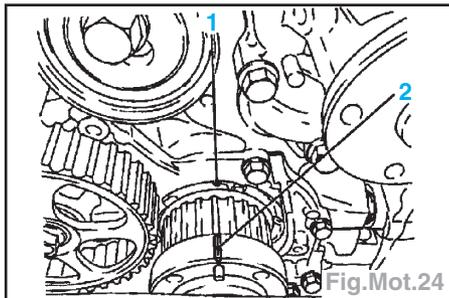

Fig.Mot.24
- Régler le PMH au 1^{er} cylindre (repère 1 et 2 alignés) (Fig.Mot.24).